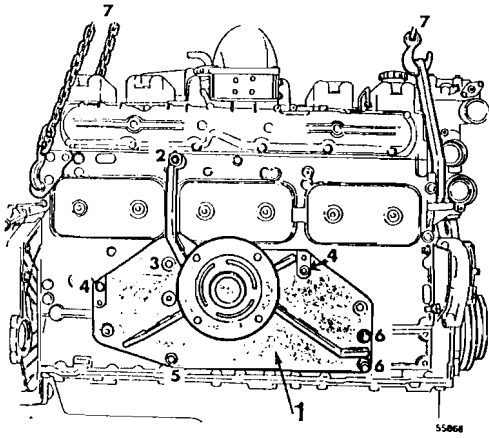

Fig. 140
- 2 Montar el dispositivo de fijación al bloque de cilindros según la fig. 140. Colocar el motor sobre el soporte.